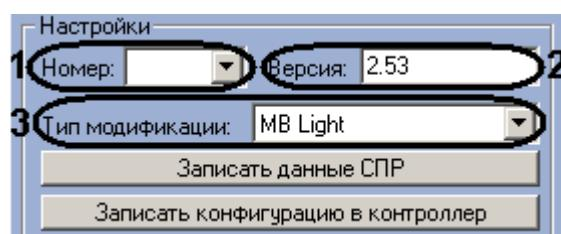

Рис. 3.3-8 Параметры группы Настройки
- Задать параметры в группе **Настройки** (Таб. 3.3-3, Рис. 3.3-8).